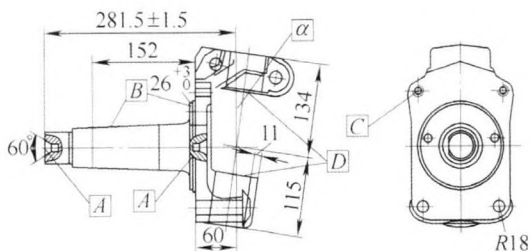

图1 转向节加工件示意
由于锻件生产方式不同，在进行锻件设计时的分模面布置、加工余量分配以及锻件的错差和厚度公差对于转向节的加工会产生不同的影响。尤其是在铣轴颈端面钻中心孔，车、磨支撑轴颈（见图1中A、B部位的加工）及法兰盘端面，加工法兰盘上与转向节臂
和制动器联接的螺纹孔，以及加工叉架部分的叉口端面及主销孔等工序上（见图1中C、D部位的加工）产生的影响尤其明显，因此在进行加工工艺设计、夹具定位面选择时必须根据锻件的生产方式不同而采取相应对策。
(1) 转向节支撑轴部位的加工 转向节支撑轴部位的加工主要工序为铣轴端面、钻中心孔，以及车、磨各部位轴颈（见图1中A、B部位）。这两道工序是相互关联的，尤其是钻中心孔工序，中心孔不仅是后续加工支承轴颈的定位基准，而且是支撑轴上各种尺寸、位置公差的测量基准。在加工过程中如果两中心孔的连线不能与支撑轴锻件的轴线吻合，将会造成锻件的余量分配不均衡而出现加工轴颈氧化皮（即残留锻造表面）。对比两种方式生产的锻件的轴颈部位可以看出，对于立式分模锻造的转向节，由于支撑轴部位终锻是在筒形型腔内成形，因此该部位的圆度好、余量均匀，在进行加工中心孔选择定位位置比较容易。而水平锻造的锻件由于错差和厚度公差，以及切边残余等因素的影响，该部位会形成不规则圆形，轴颈各处受多重因素影响下余量的分配出现明显波动。基于锻件轴颈部位的这种形状波动，在进行加工中心孔定位位置选择时应该考虑沿与分模面成 45° 方向采用V形夹具进行设计，这样可避免飞边残余和错差的影响，使中心孔连线趋近锻件轴颈的理论中心线，从而使后续加工余量分配均匀。
(2) 支撑轴轴向尺寸 图1所示转向节的轴向尺寸链281.5mm、26mm、60mm和11mm的关系是相互关联的，转向节主销孔的壁厚尺寸11mm尤为重要，其关系到主销孔壁厚的强度，因此必须保证。从轴向尺寸链的相互关系分析，壁厚的波动在第一道加工工序铣端面打中心孔时就应该从不同的锻造方式加以考虑轴向定位问题，如果是水平锻造的锻件，那么锻件的轴向